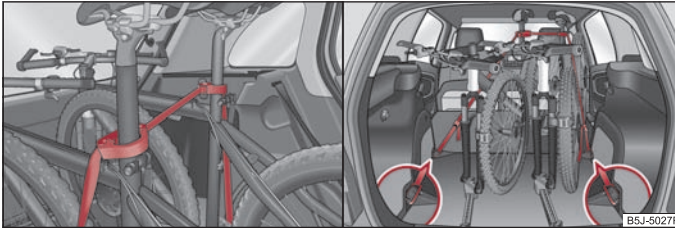

Abb. 72 Absicherung der Fahrräder mit Schellen / Absicherung der Fahrräder mit einem Band
- Setzen Sie die Schelle mit dem Gummiteil nach vorn (in Fahrtrichtung) möglichst weit unten an die Sattelstütze und schließen Sie die Schelle → Abb. 72.
- Beim Transport von zwei Fahrrädern spannen Sie das Band → Abb. 72 zwischen den Sätteln, indem Sie die Fahrräder auseinander schieben.